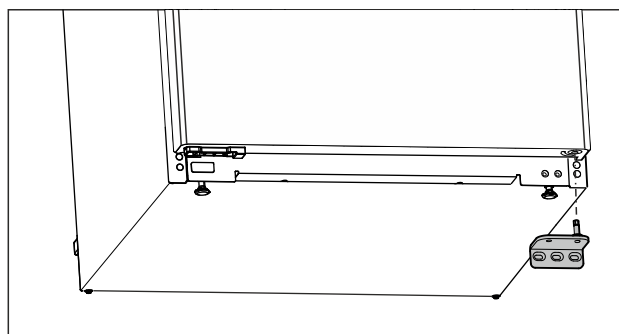

Fig. 11
- Ta av lagerbock neråt. (se Fig. 11)